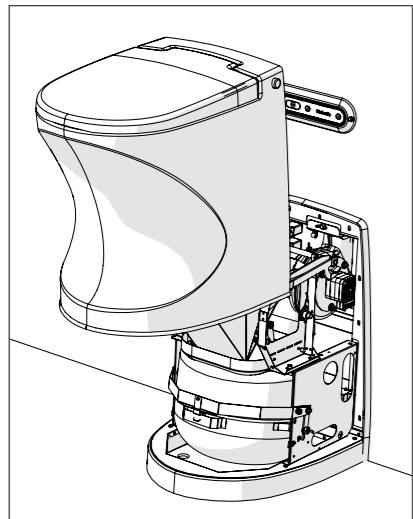

Ilustración 9
3. Levantar completamente el gabinete del mecanismo de elevación (ilustración 9).